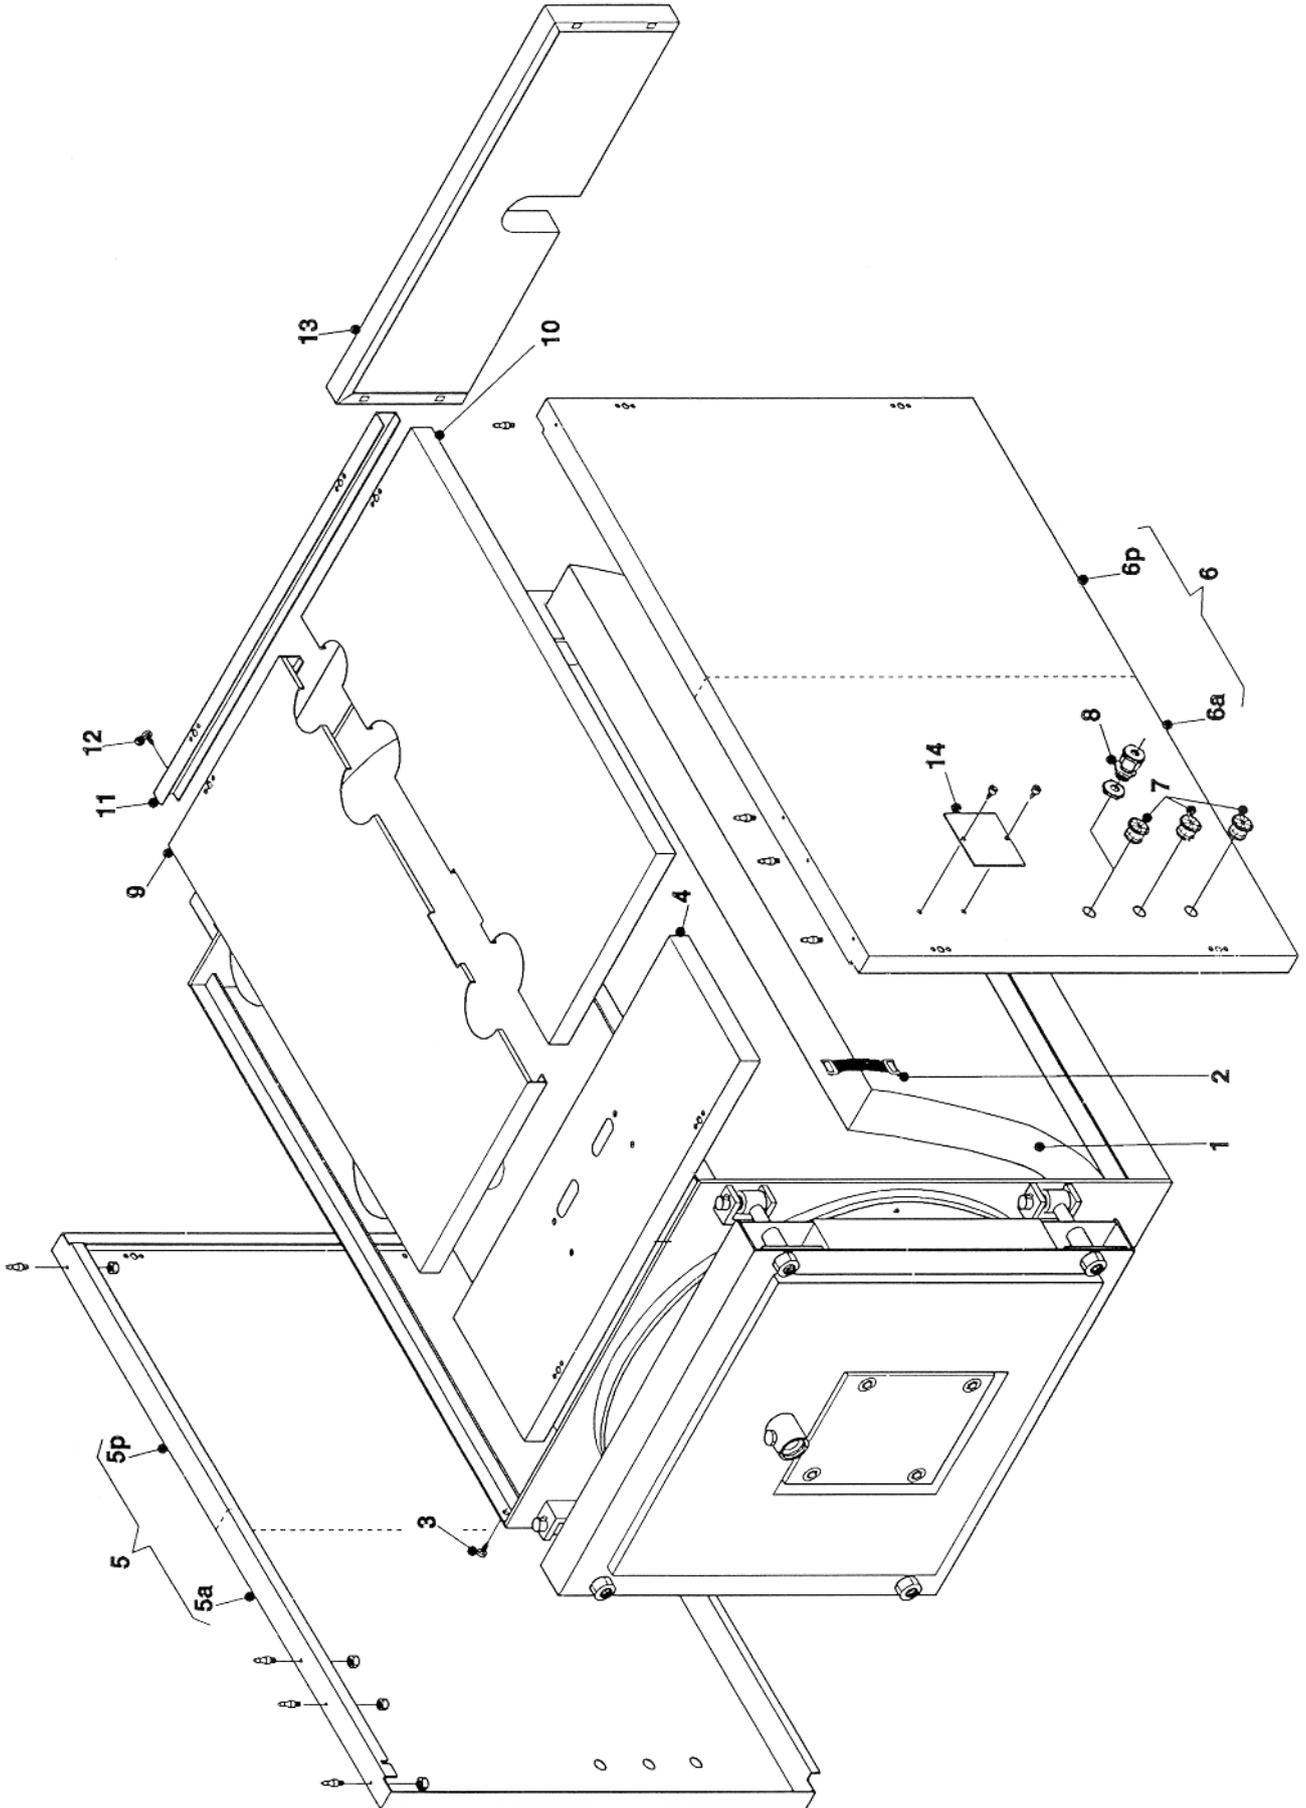

fig. 9
N.B. Per i modelli compresi tra **NOVA PREX100** e **NOVA PREX500** (rif. fig. 9), il mantello e l'isolamento sono contenuti in 1 imballo marcato: **NOVA PREX (modello)**
N.B. Per i modelli compresi tra **NOVA PREX600** e **NOVA PREX1200** (rif. fig. 9), il mantello e l'isolamento sono contenuti in 3 imballi marcati: **NOVA PREX (modello) B AN**
### Sequenza di montaggio (Rif. fig. 9)